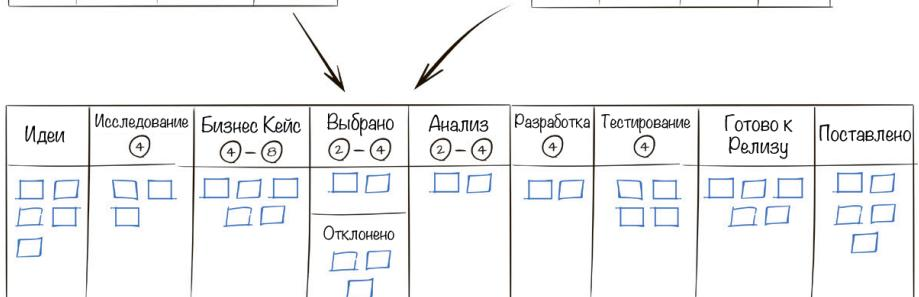

Рис. 15. Пример роста в ширину
*Рост в ширину* Увеличьте жизненный цикл рабочих элементов, расширив его как вниз, так и вверх по потоку создания ценности (см. Рис. 15). Пример: сервис занимается исключительно разработкой процесса рабочей группы. Проанализируйте, что происходит до того, как рабочие элементы поступают в разработку, и после того, как работа над ними закончена. Это поможет вам выделить области эффективного совершенствования сервиса.